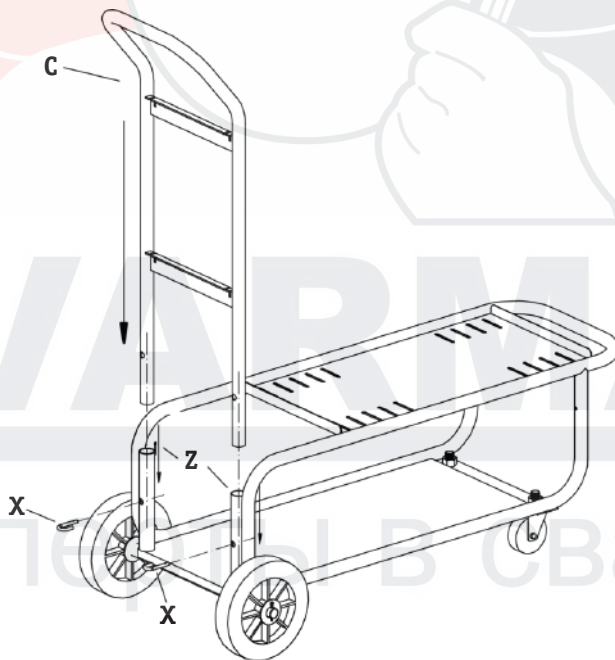

Рис. 5.4. Установка ручки.
3. Установите и зафиксируйте ручку на основании тележки (См. рис. 5.4).